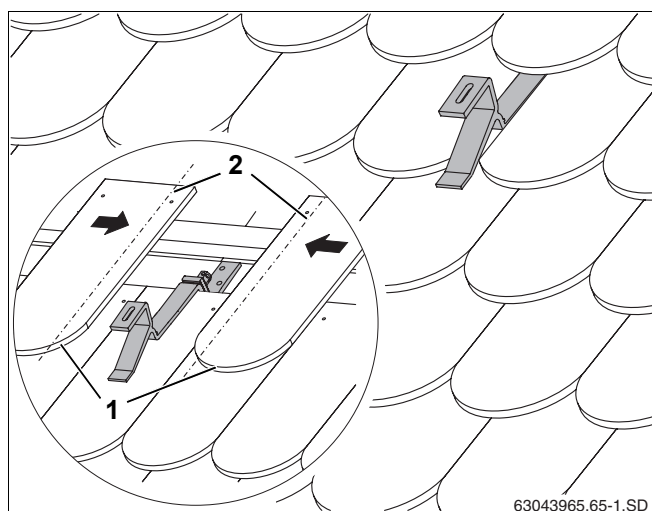

Fig. 20 Cârlig montat pe acoperiș
- Tăiați țiglele solz alăturate (Fig. 20, **Poz. 1**) (linia întreruptă, Fig. 20, **Poz. 2**).